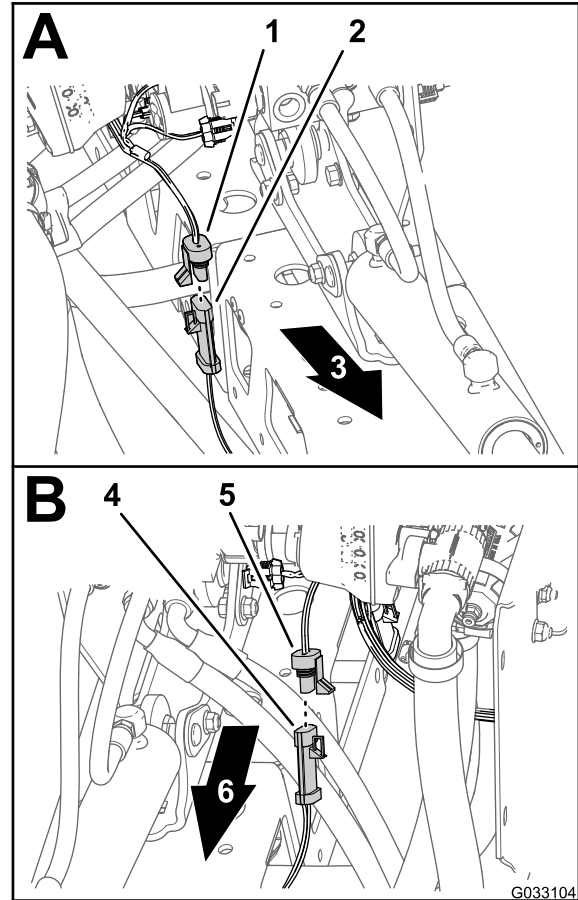

Bild 18
1. Ziehen Sie den 3-Buchsen-Stecker des Kabelbaums für den Sonic Boom vom 3-Stift-Stecker des Kabels für den rechten Ultra Sonic-Sensor ab (**Bild 18**).
2. Ziehen Sie den 3-Buchsen-Stecker des Kabelbaums für den Sonic Boom vom 3-Stift-Stecker des Kabels für den linken Ultra Sonic-Sensor ab (**Bild 18**).